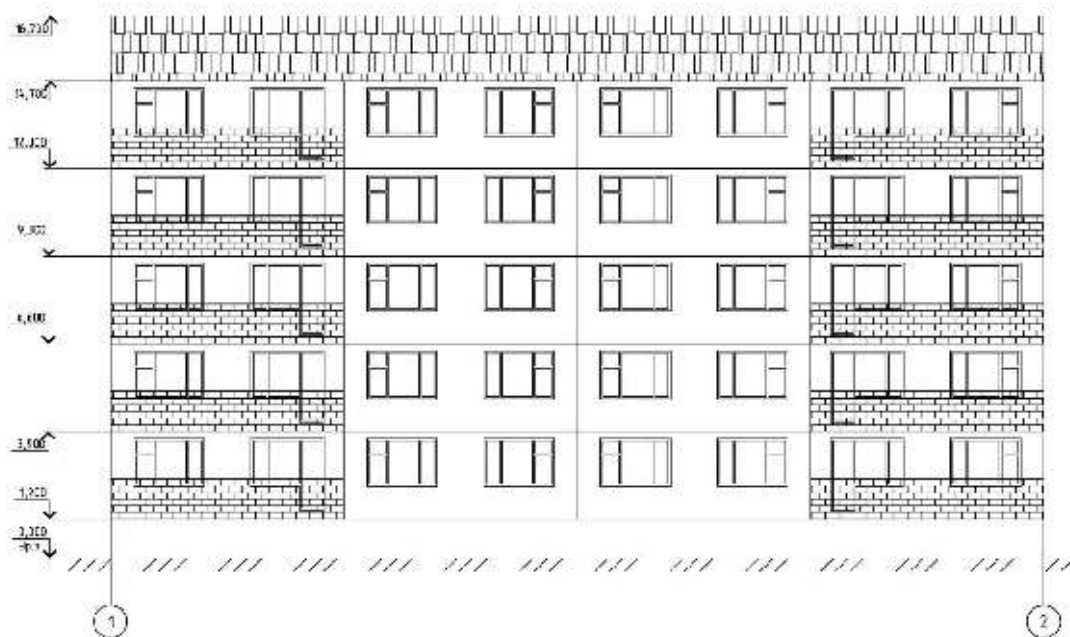

Рисунок 7.1- Задание
- Размножить панели (рисунок 7.1) используя команды **КОПИРОВАТЬ** и **ЗЕРКАЛО**.
- Начертить цоколь, уровень земли, оси (рисунок 7.1)